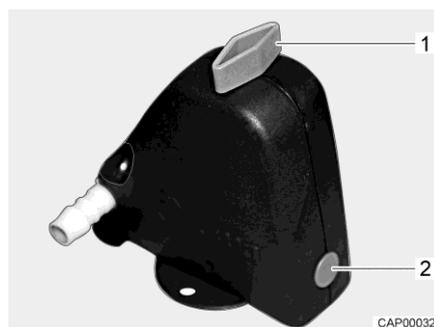
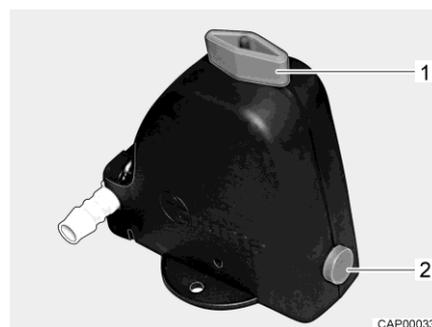

Fig. 100 Valvola di sicurezza/di scarico chiusa
Fig. 101 Valvola di sicurezza/di scarico aperta
- Aprire la valvola di sicurezza/di scarico (Fig. 100). A tal fine ruotare la manopola (Fig. 100,1) nel senso della lunghezza della valvola di sicurezza/di scarico. Il bottone automatico (Fig. 100,2) scatta all'infuori. La valvola di sicurezza/di scarico aperta è rappresentata in Fig. 101.